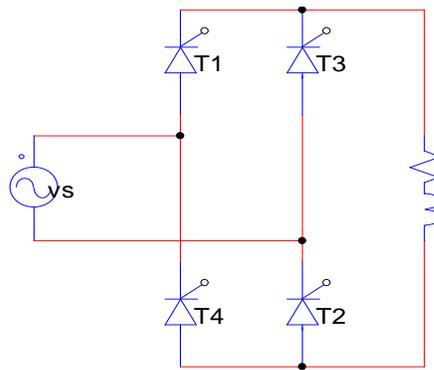

Figure 7 : Redresseur double alternance charge inductive (RL)
La figure 7 est illustré la structure d'une redresseur double alternance alimenté une charge inductive (RL)